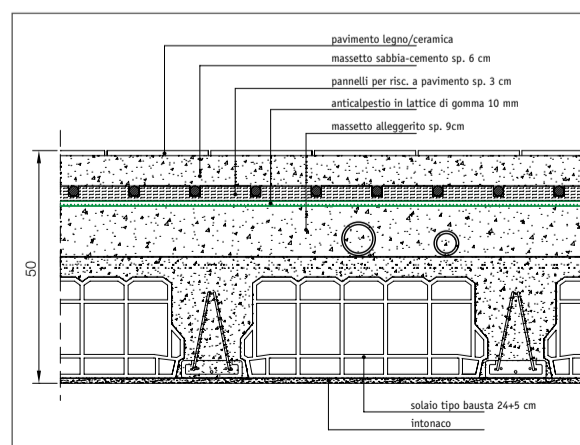

Figura 1. Particolare costruttivo di solaio
Il Progettista dovrà prevedere in fase progettuale prodotti dotati di certificati di laboratorio relativi non solo al ben noto e richiesto parametro rigidità dinamica, ma anche ai parametri comprimibilità e creep (o scorrimento viscoso). È infatti ampiamente dimostrato da rilievi fonometrici in opera che i migliori anticalpestio sono caratterizzati da un ottimo compromesso tra questi tre parametri. I corretti valori numerici dei parametri citati sono ormai ampiamente disponibili nella letteratura tecnica. La figura 1 mostra il particolare costruttivo di un solaio per il quale la prova in opera ha fornito il notevole risultato  $L'_{nw} = 44$  dB, ampiamente migliore di  $L'_{nw} = 53$  dB previsto dalla Classe 1. Il risultato è stato conseguito in un fabbricato realizzato a Sozizzo (VI) con pareti di facciata e divisorie tra unità, in laterizio, senza controsoffitti o contropareti in cartongesso.